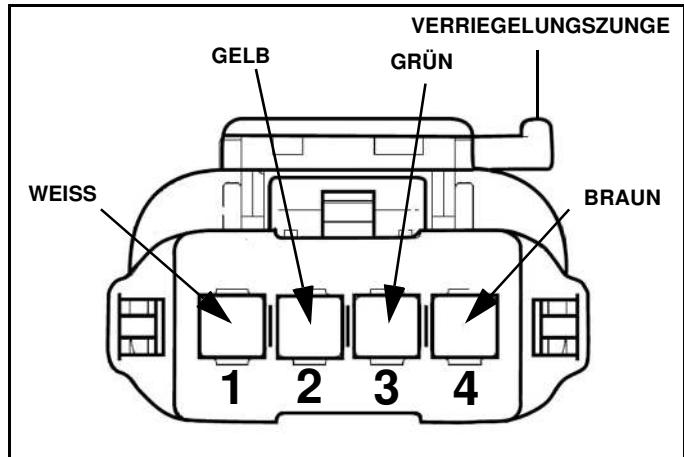

Abb. 1-10
8. Entfernen Sie die blaue Steckerstiftarretierung aus der Buchse. Drücken Sie die Steckerstifte am Ende jeder der vier Leitungen in die Rückseite der Buchse (das Ende mit der eingelassenen hellblauen Dichtung) (Siehe Abb. 1-10 für die Steckerstiftbelegung).
9. Überprüfen Sie die Leitungsanordnung durch Anschluss des ProControl II™-Kabels. Wenn die Leitungsfarben nicht übereinstimmen, überprüfen Sie die Steckerstiftbelegung anhand von Abb. 1-10.